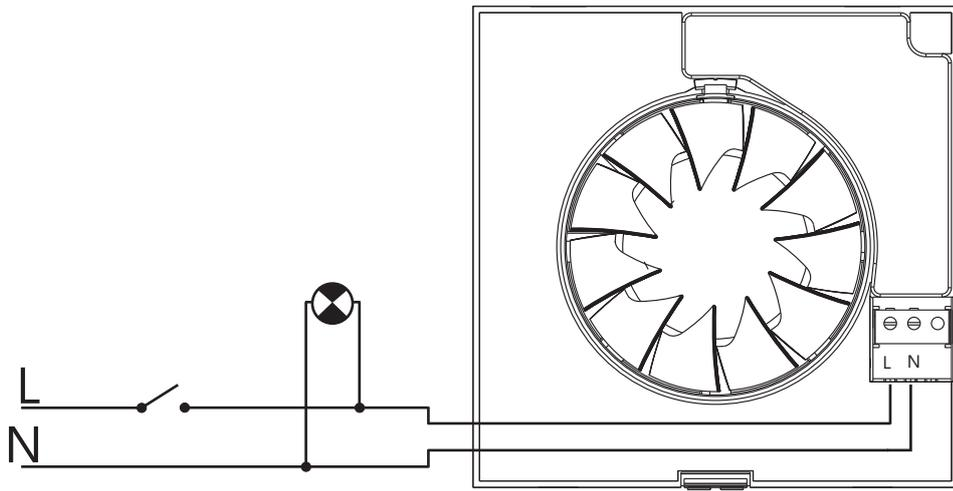

Fig.3
1. Anschluss des Abluft-Ventilators zusammen mit dem Lichtschalter (Abb. 3)